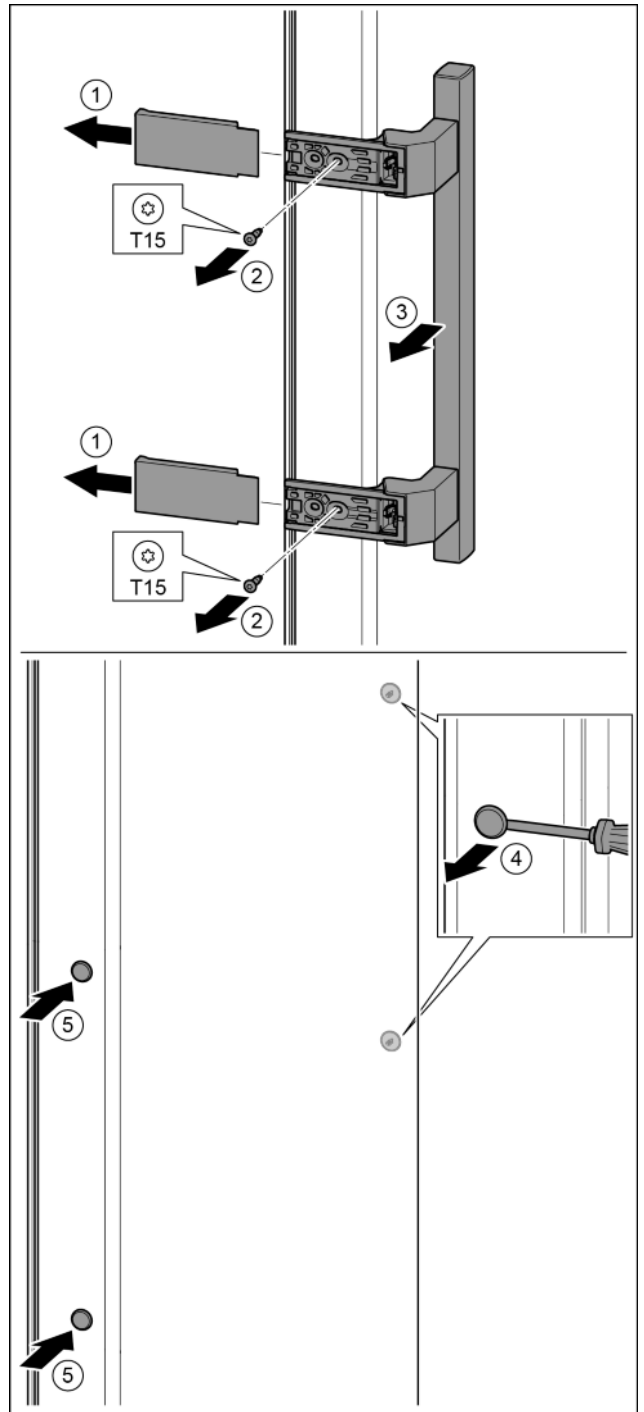

Fig. 15
- ▶ Abdeckung abziehen. Fig. 15 (1)
- ▶ Schrauben mit Schraubendreher T15 herausdrehen. Fig. 15 (2)
- ▶ Griff abnehmen. Fig. 15 (3)
- ▶ Seitlichen Stopfen vorsichtig mit einem Schlitzschraubendreher anheben und herausziehen. Fig. 15 (4)
- ▶ Stopfen auf der anderen Seite wieder einsetzen. Fig. 15 (5)